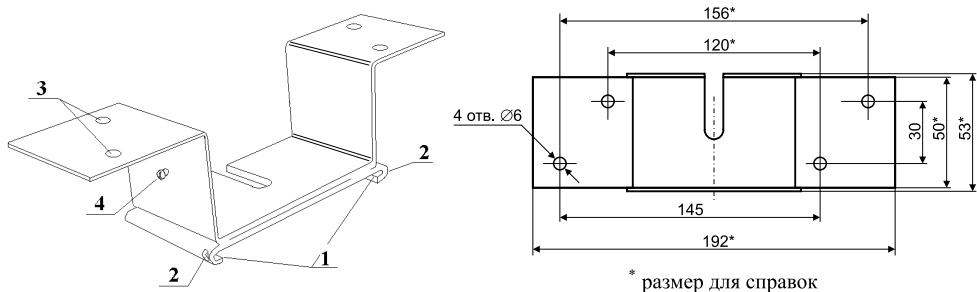
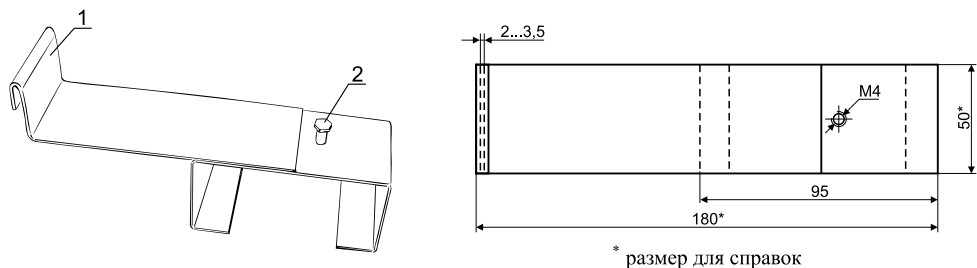

Рис. 3. Внешний вид и габаритные размеры кронштейна крепления «БОС» к МПП «Гарант-5» и «Гарант-7»
Рис. 4. Внешний вид и габаритные размеры кронштейна крепления «БОС» к МПП «Гарант-12»
4.2. Кронштейн крепления «БОС» служит для установки изделия совместно с МПП «Гарант» на жестких конструкциях потолка защищаемого помещения в местах, определённых проектной документацией. Внешний вид и габаритные размеры кронштейнов крепления к МПП «Гарант-5, -7» и «Гарант-12» приведены на рис. 3 и рис. 4, соответственно.